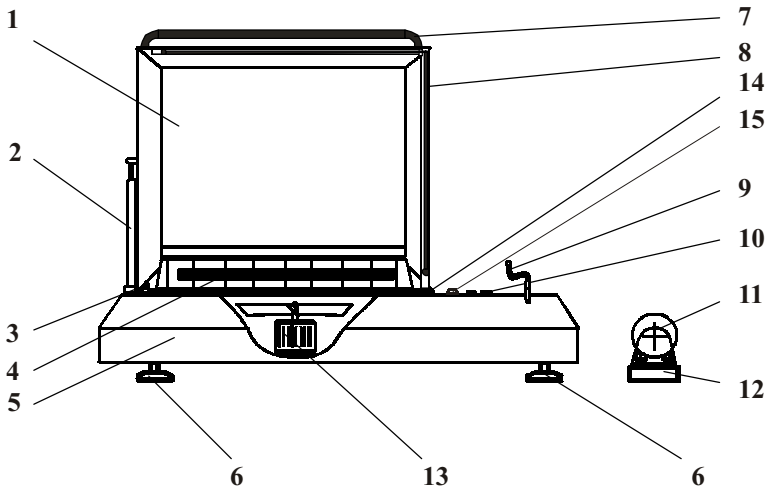

Рис. 1. Схема аппарата ТПЦ-200М
Термоусадочный упаковочный аппарат ТПЦ—200М (рис.1) состоит из металлического корпуса 5, термокамеры с вентилятором обдува 13, импульсного ножа 8, расположенного на подпружиненной раме с пластмассовым
1. Выключить тумблеры «ТЭН», «НОЖ» (см. рис. 1, 2).
Температура нихромовой нити термоножа 8 (рис.1) может достигать величин, превышающих стойкость тефлонового покрытия. Конструкцией предусмотрено реле времени, которое ограничивает длительность импульса тока (1,8 сек.), поэтому температура ножа не превышает критических величин. Однако пользователю не следует закрывать колпак 1, сразу же после его открытия (это касается режимов, когда включен тумблер «НОЖ»), так как в результате повторных включений, без остывания ножа и погасания индикатора 15, температура ножа может превысить расчетную, что может привести к прожогу прокладки 14 или обрыву нити ножа.